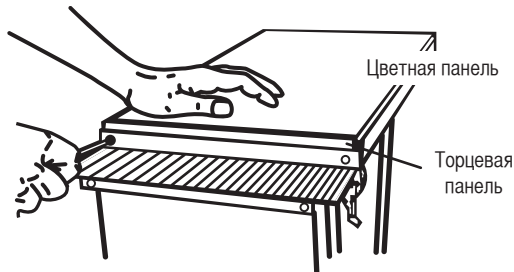

Рисунок 4.
2. Вывинтите 2 винта крепления торцевой панели на нижней части дверцы и снимите торцевую панель (Рисунок 4).